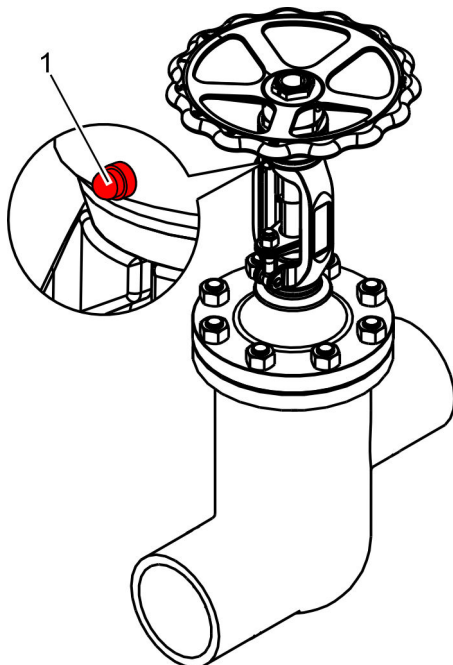

Abb. 25: Ausführung mit Schmiernippel
- Spindelgewinde und Lagerung über Schmiernippel (Abb. 25/1) abschmieren.